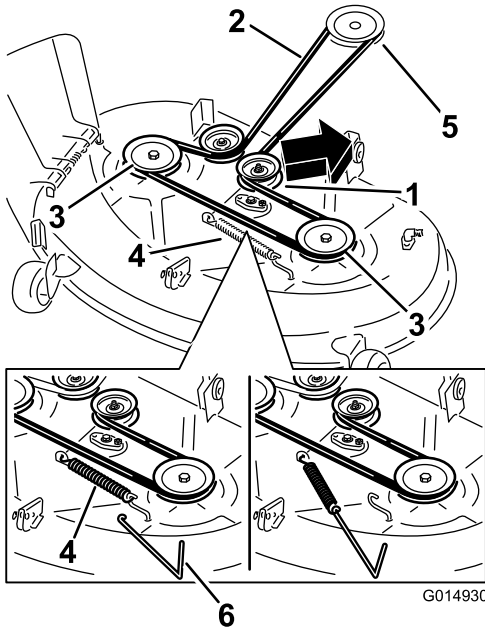

Figura 69
5. Con una herramienta para la retirada de muelles (Pieza Toro N° 92-5771), retire el muelle tensor del gancho de la carcasa para eliminar la tensión de la polea tensora y retire la correa de las poleas (Figura 69).
6. Pase la correa nueva alrededor de las poleas del motor y del cortacésped (Figura 69).
7. Usando una herramienta para la retirada de muelles, instale el muelle tensor sobre el gancho de la carcasa y tense la polea tensora y la correa del cortacésped (Figura 69).